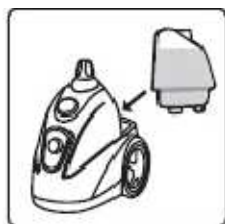

fig.12
3. Tras volver a cerrar el tapón, coloque de nuevo el depósito de agua lleno en su lugar inicial. (fig.12)